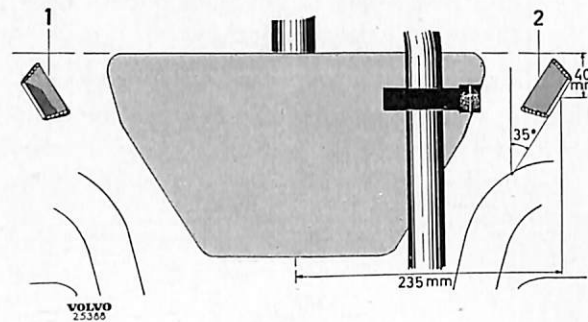

Bild 34. Placering av konsoler.
- Har vagnen tidigare varit utrustad med vajer utan hölje svetsas först de i sats nr 276354 medföljande hållarna fast i karossgolvet enligt bild 34.